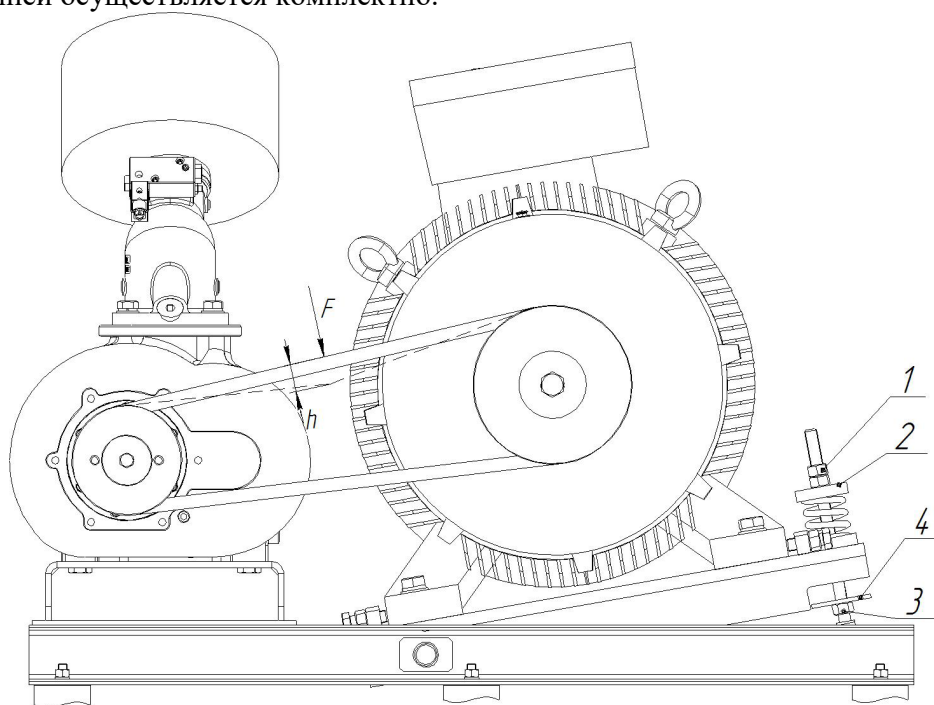

Рисунок 7
8.5.1 Передача мощности осуществляется за счет сил трения, возникающих в месте контакта ремня и шкивов. Для нормального функционирования ременной передачи необходимо соблюдение условий чистоты контактирующих поверхностей и обеспечение требуемого усилия натяжения ремня (см. рисунок 7, таблица 5).